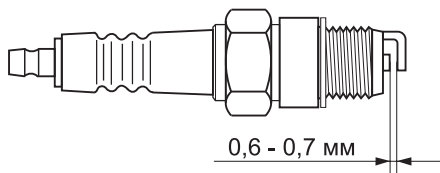

Рисунок 16 — Необходимый зазор в свече зажигания
- Снимите наконечник с высоковольтным проводом, тем самым откроется доступ к свече зажигания (см. рис. 16).